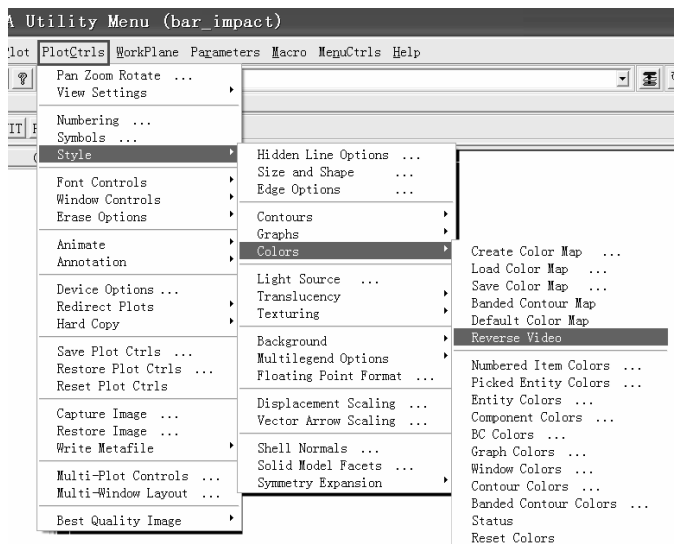
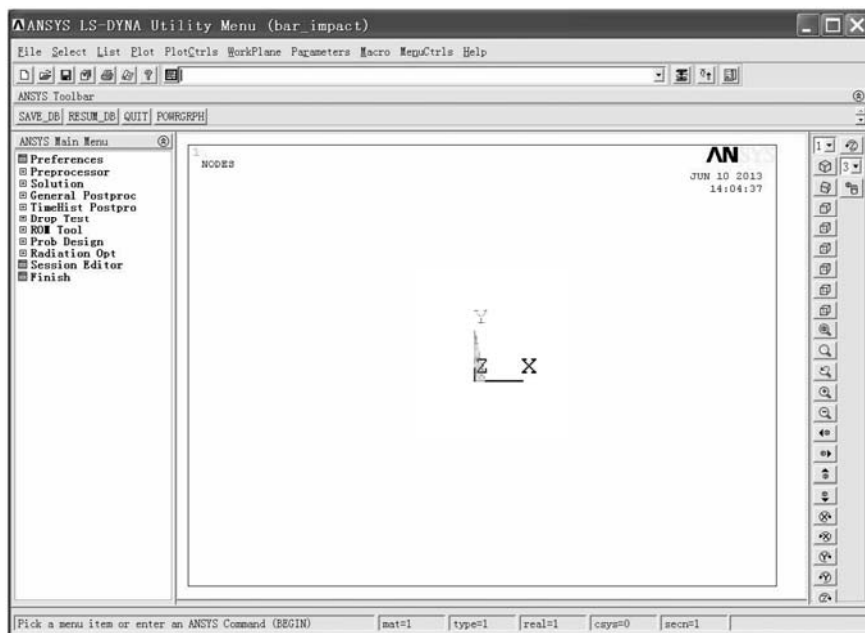

图 1-9 Utility 菜单展开
图 1-10 ANSYS LS-DYNA 操作界面
(1) Utility Menu>PlotCtrls>Style>Colors>Reverse Video，即单击 Utility 菜单中的“PlotCtrls”、再依次单击下级菜单中的“Style”，“Colors”，“Reverse Video”（见图 1-9）。将图形窗口的背景变为白色（见图 1-10），以便在后续操作中更清楚地观看视图。